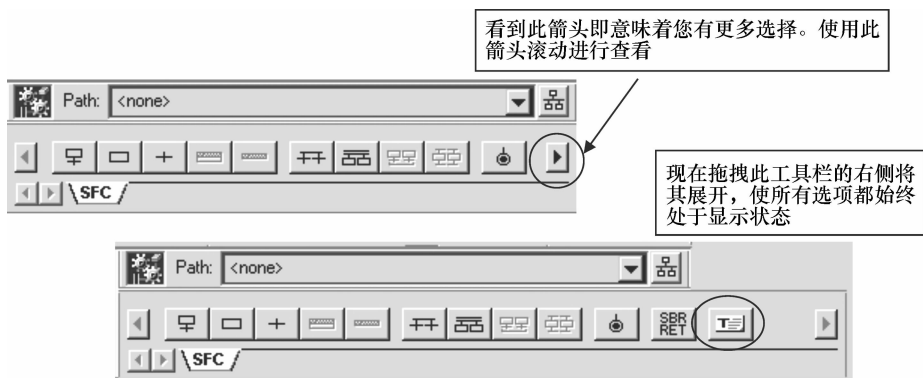

图 14-13 添加注释按钮
24. 这似乎是一件很常见的事，因此觉得工具栏上应该有一个对应的图标，如图 14-13 所示。